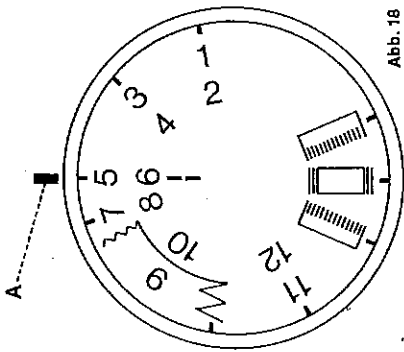

Abb. 18
2. Nutzstichknopf einstellen. Die zum ausgewählten Nutzstich gehörende Zahl unter die Einstellmarkierung **A** stellen (Abb. 18). Für die roten Nutzstiche muß die Stichlänge auf 4 gestellt werden.